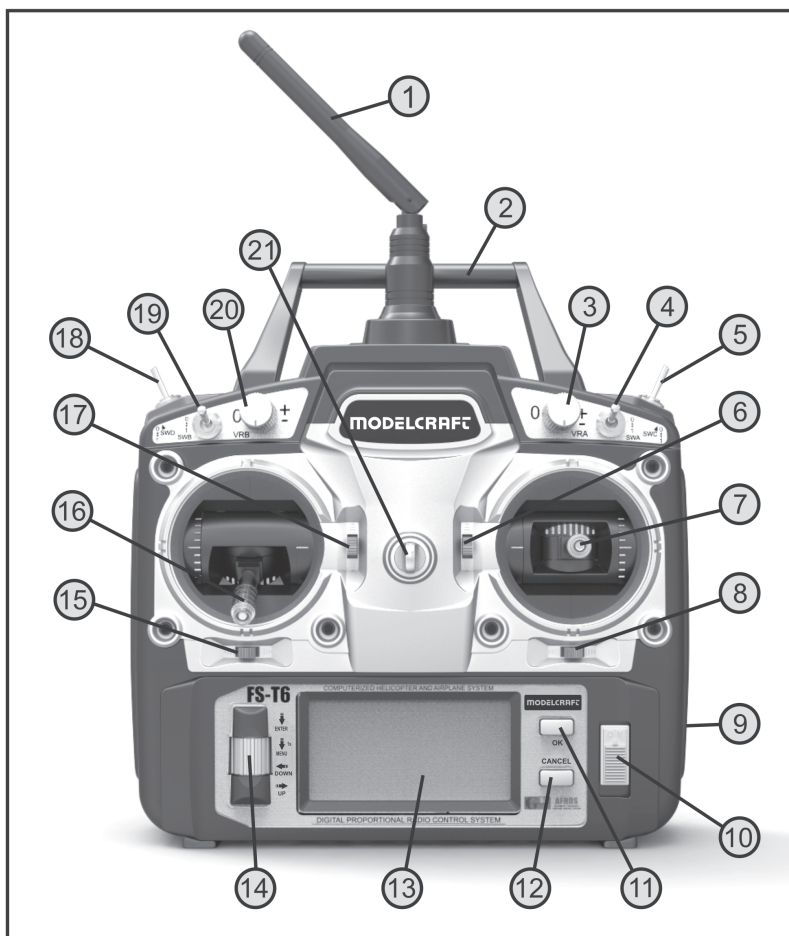

Figure 1
Orientez l'antenne de l'émetteur (voir fig. 1, n° 1) vers le côté en veillant à ce que l'antenne soit perpendiculaire à la ligne entre la télécommande et le modèle réduit. Vous obtenez ainsi la meilleure transmission de signaux. Évitez de « pointer » l'extrémité de l'antenne de l'émetteur sur le modèle réduit. Si l'antenne du récepteur est fixée à la verticale du modèle réduit, nous vous recommandons également d'orienter l'antenne de l'émetteur à la verticale vers le haut.
Pour l'alimentation électrique de l'émetteur, employez 8 piles alcalines (par ex. n° de commande Conrad 650117) ou batteries du type Mignon (AA). Pour des raisons tant écologiques qu'économiques, nous vous recommandons toutefois de toujours employer des batteries, car celles-ci peuvent être rechargées dans l'émetteur par le biais de la prise de charge intégrée (voir fig. 1, n° 9).
Contrôlez ensuite la position des interrupteurs à bascule. Tous les interrupteurs doivent être actionnés vers l'avant ou vers le bas. Vous pouvez maintenant allumer l'émetteur en actionnant l'interrupteur marche / arrêt (voir fig. 1, n° 10).
Si l'un des quatre interrupteurs à bascule (voir fig. 1, n° 4, 5, 18 et 19) n'est pas actionné vers l'avant ou vers le bas, l'émetteur émet des tonalités d'avertissement lorsque vous l'allumez et une remarque correspondante s'affiche sur l'écran.